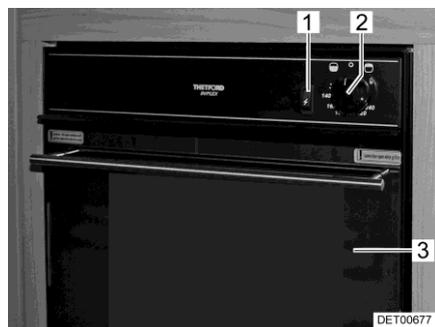
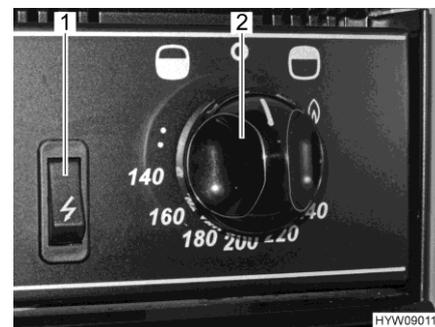

Fig. 123 Forno a gas con grill
Fig. 124 Elementi di comando (forno a gas con grill)
- Aprire completamente lo sportello del forno (Fig. 123,3).
- Premere il pomello girevole (Fig. 123,2 e Fig. 124,2) e ruotarlo in senso antiorario fino a raggiungere la posizione massima consentita (in direzione del simbolo del forno "🔥").
- Premere il pomello girevole (Fig. 123,2 e Fig. 124,2) e tenerlo premuto per 5-10 secondi. Il gas fluisce verso il bruciatore.
- Premere l'interruttore di accensione (Fig. 123,1 e Fig. 124,1) finché la fiamma brucia.
- Premere il pomello girevole (Fig. 123,2 e Fig. 124,2) e ruotarlo in senso orario (in direzione del simbolo del grill "☀️" e posizionarlo sul simbolo della fiamma).
- Ruotare il pomello girevole (Fig. 123,2 e Fig. 124,2) su "O". La fiamma si spegne.